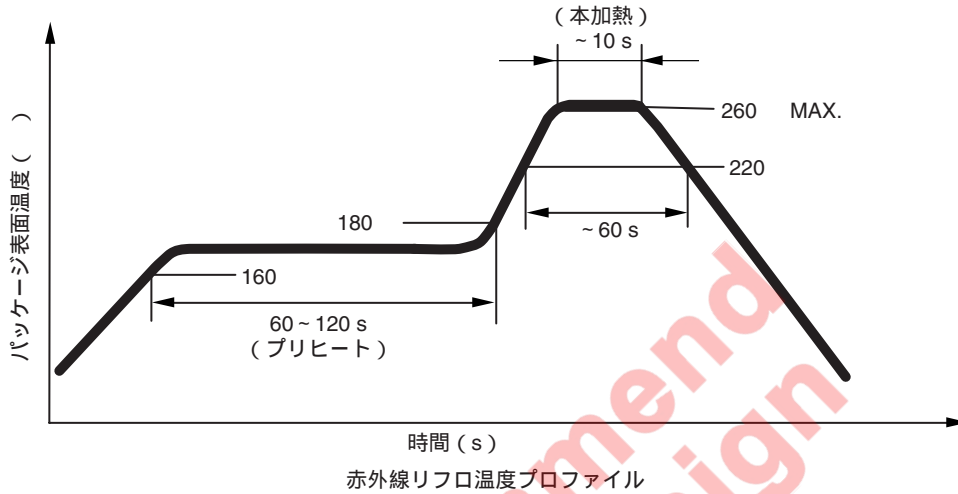

図2. 実装用マウントパッド設計例 (単位 : mm)
7. 実装用マウントパッドの設計例として図2をご参照ください。実際の設計に当たっては、実装密度、実装性、寸法公差などを考慮し、最適化を図っていただきますようお願いいたします。